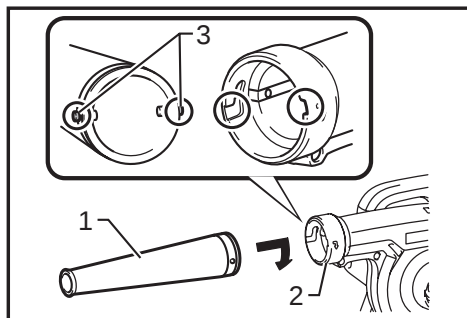

Fig.4
► **Fig.4:** 1. Nozzle 2. Blower outlet 3. Pin